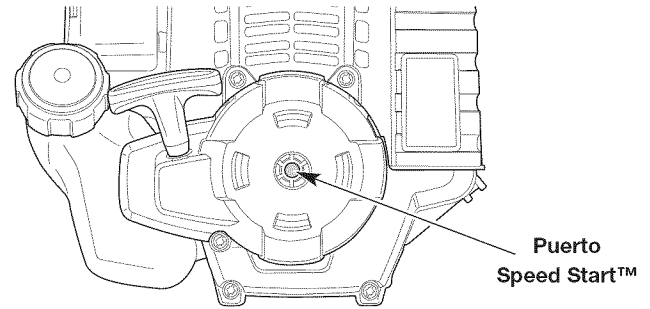

Fig. 9
5. Coloque el accesorio Speed Start™ en el puerto Speed Start™ (Fig. 9). Consulte la sección *Operación* del manual del operador del accesorio Speed Start™.